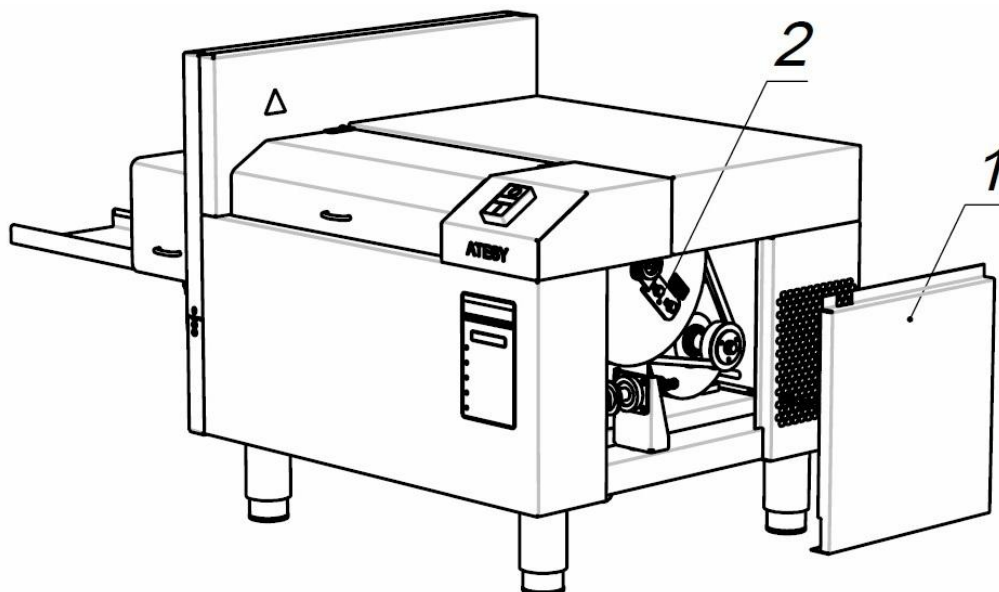

Рис. 4
5.2. В начале работы необходимо соблюдать следующий порядок (рис.4):